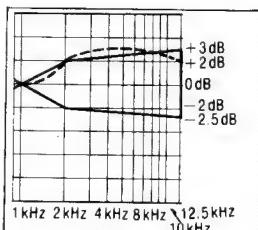
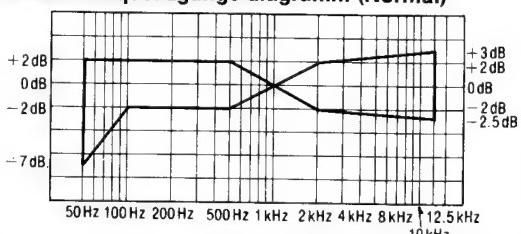
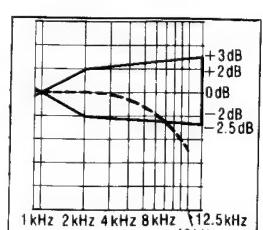

Fig. 12
Fig. 10
Fig. 13
- Die in Schritt 5 aufgezeichneten Signale wiedergeben und überprüfen, ob die Frequenzgangkurve innerhalb des Bereichs liegt, der im Frequenzgangdiagramm für normales Band in Fig. 10 gezeigt ist. (Falls die Kurve innerhalb des vorgeschriebenen Bereichs liegt, mit den Schritten 7, 8 und 9 weiterfahren.)
Wenn die Kurve den vorgeschriebenen Gesamtfrequenzgangbereich (Fig. 10) überschreitet, wie in Fig. 12 gezeigt.
- Die Schritte 5 und 6 zur Überprüfung wiederholen. (Wenn die Kurve dabei innerhalb des vorgeschriebenen Bereichs liegt (Fig. 10) mit den Schritten 7, 8, und 9 weiterfahren.)
- Wenn die Kurve den vorgeschriebenen Bereich (Fig. 10) noch immer überschreitet, den Vomagnetisierungsstrom weiter erhöhen, und die Schritte 5 und wiederholen.
Wenn die Kurve unter den vorgeschriebenen Bereich für den Gesamtfrequenzgang (Fig. 10) absinkt, wie in Fig. 13 gezeigt:
- Die Schritte 5 und 6 zur Überprüfung wiederholen. (Falls die Kurve dabei innerhalb des vorgeschriebenen Bereichs in Fig. 10 liegt, mit den Schritten 7, 8, und 9 weiterfahren.)
- Falls die Kurve noch immer unter den vorgeschriebenen Bereich (Fig. 10) absinkt, den Vomagnetisierungsstrom weiter reduzieren, und Schritte 5 und 6 wiederholen.